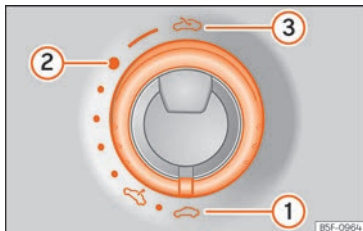

Fig. 12 Al sostre interior: girar el comandament per a l'obertura i el tancament.
- Obrir: gireu el commutador cap a la posició »» fig. 12 ③.
- Posició de confort: gireu el commutador cap a la posició »» fig. 12 ②.
- Tancar: gireu el commutador cap a la posició »» fig. 12 ①.